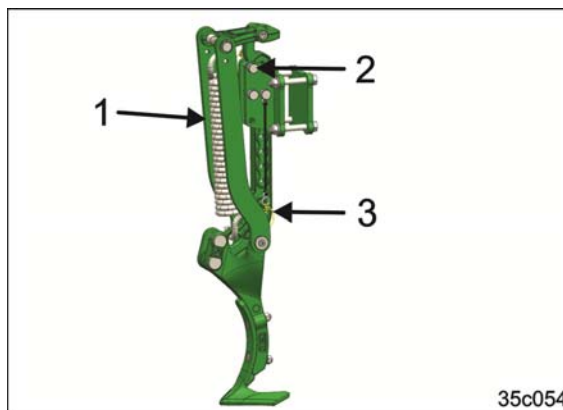

Bild 128
8. Håll spårluckraren i griphandtaget och sätt in den i fästet (Bild 128/1).
9. Sätt i alla insticksbultar (Bild 128/2).
10. Säkra bultarna med låssprintar (Bild 128/3).